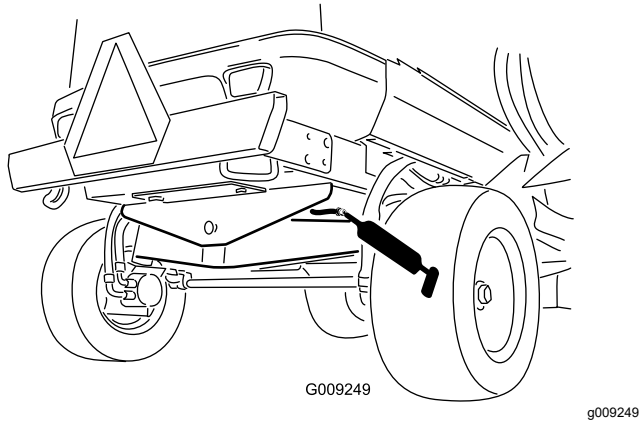

Bild 82
- 1 Hinterachsen-Drehbüchse (Bild 82)